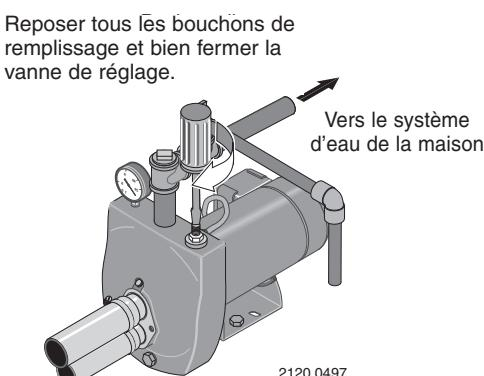

Figure 13 : Amorçage de la pompe
- Reposer tous les bouchons de remplissage et fermer complètement la vanne de réglage (voir la Figure 13).